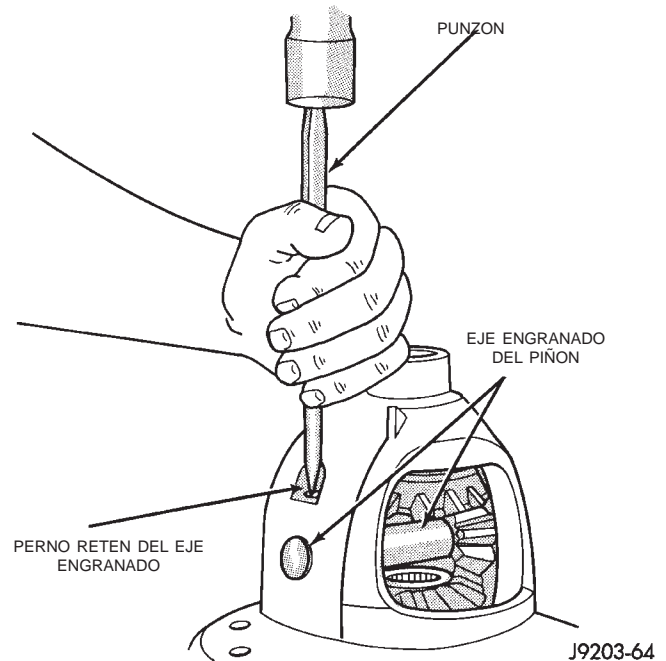

Fig. 52 Instalación del pasador de rodillo del eje engranado
- (1) Instale los engranajes laterales y arandelas de empuje del diferencial.
- (2) Instale los engranajes hermanados del piñón y arandelas de empuje del diferencial.
- (3) Instale el eje engranado del piñón. Alinee los orificios del eje y de la caja.
- (4) Instale el pasador de rodillo que sostiene el eje engranado del piñón en la caja del diferencial (Fig. 52).
- (5) Instale la corona.
- (6) Lubrique todos los componentes del diferencial con lubricante para engranajes hipoidales.